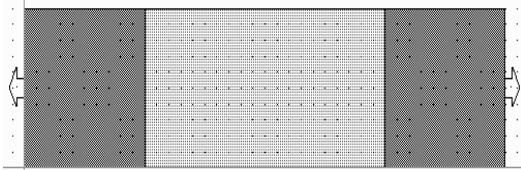

Рис. 4.29
5. Закройте окно черчения. Будет выведен запрос, хотите ли вы сохранить нарисованный элемент. Нажмите **Yes**, чтобы сохранить. Полученная топология показана на рис. 4.29.